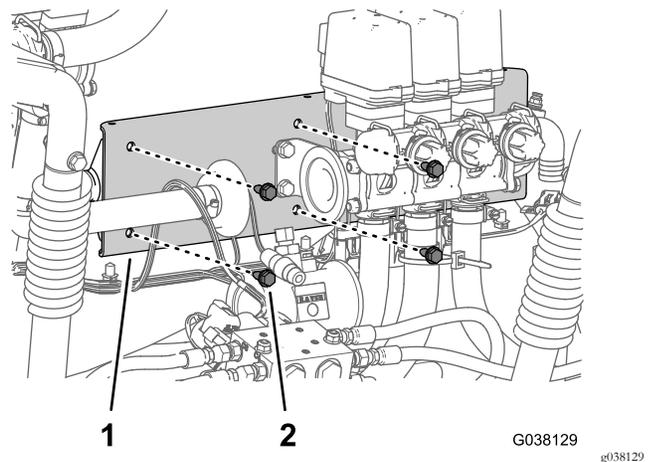

Figure 18
- Retirez les 4 boulons à embase (5/16" x 3/4") qui fixent la patte de fixation de la vanne de section au support de la vanne de section (Figure 18).